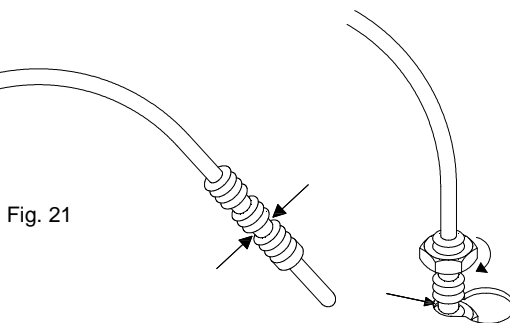

Fig. 21
**Sustitución de termopar (Fig. 21)**
**Replacing the thermocouple (Fig. 21)**
**Remplacement du thermocouple (Fig. 21)**